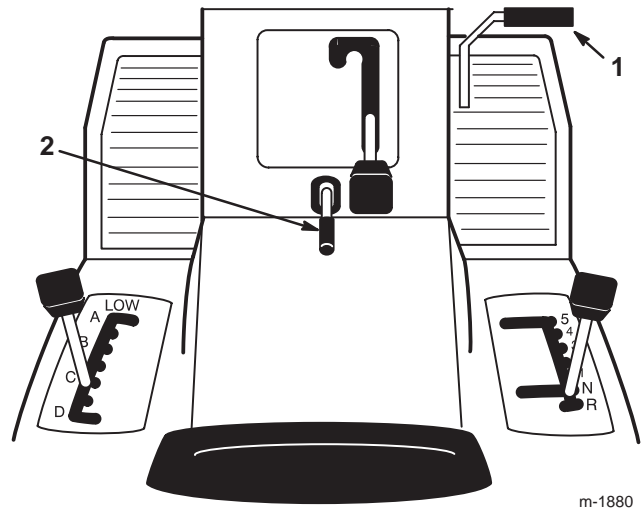

Figure 3
1. Appuyez sur la pédale de frein/d'embrayage (Fig. 3) et maintenez-la enfoncée.
2. Relevez le levier de frein de stationnement (Fig. 3) et relâchez progressivement la pédale d'embrayage/de frein.
1. Enfoncez la pédale d'embrayage/de frein (Fig. 3).